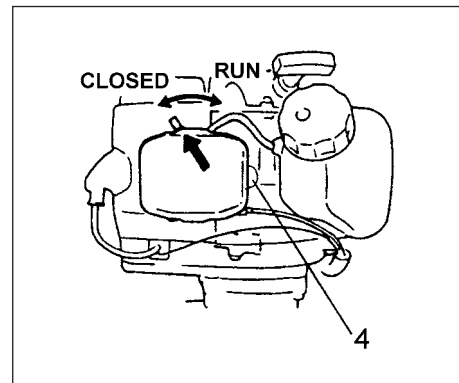

Fig. 2-3
*Pumpa på handpumpens blåsa (4) tills bränslet strömmar in i blåsan eller returledningen(5). (om sådana finns). (Fig. 2-3)
3. Skjut chokereglaget till stängt läge. (Fig. 2-3)
5. När motorn visar tecken till att starta, öppna chokereglaget och drag återigen kraftigt i starthandtaget.(Fig. 2-3)